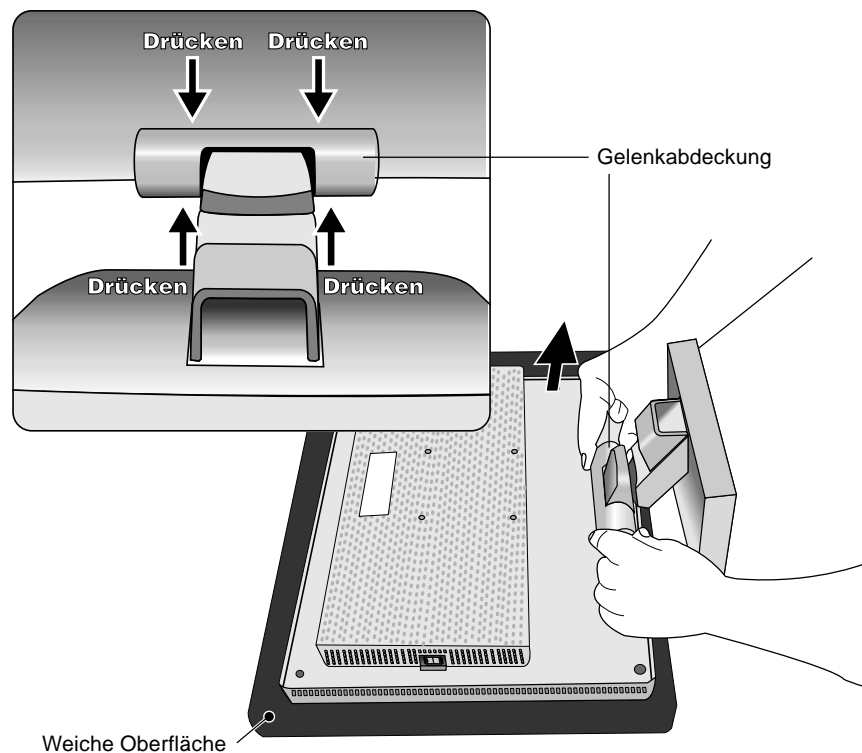

Abbildung R.1
2. Legen Sie den Monitor mit der Vorderseite nach unten auf eine weiche Oberfläche (**Abbildung R.1**).
3. Nehmen Sie die Gelenkabdeckung ab (**Abbildung R.1**).